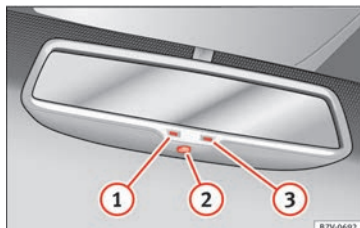

Bild 147 Backspegelns automatiska avbländningsfunktion
Nyckel till **bild 147**:
- ❶ Signallampa
- ❷ Reglage
- ❸ Sensor för ljusmängd
Denna funktion kan aktiveras och avaktiveras med backspegelomkopplaren » **bild 147** ❷.